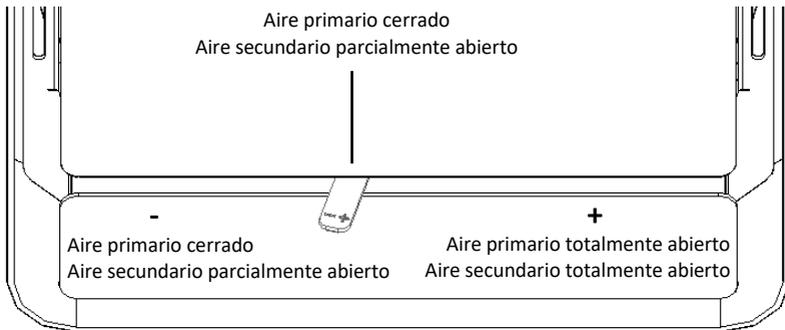

Figura 33 - Regulador de aire en posición de punto de combustión óptimo (excepto M12F Eco y M20 Eco)
5. El tiempo de encendido finaliza cuando la estructura del equipo haya alcanzado una temperatura estable. A continuación, cierre la puerta y regule la entrada de aire de combustión para una combustión lenta (sin aire primario), como se muestra en la Figura 33;